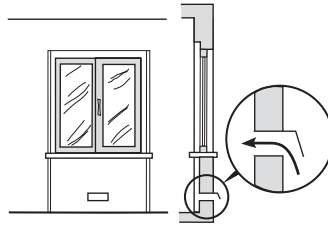

Рис. 2. Пример обеспечения притока воздуха
- Воздух может поступать прямо с улицы через приточную вентиляционную трубу, с конструкцией не допускающей засорения (Рис.2).